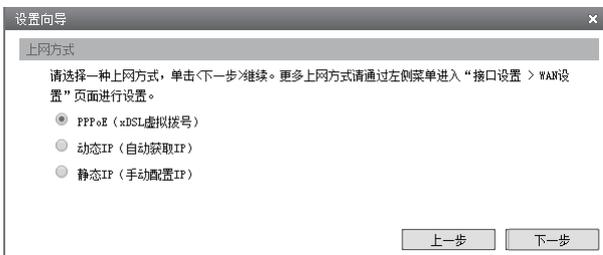

图4-7 上网方式
6. 图4-7显示了最常用的三种上网方式, 可以根据自身情况进行选择, 然后单击“下一步”继续。